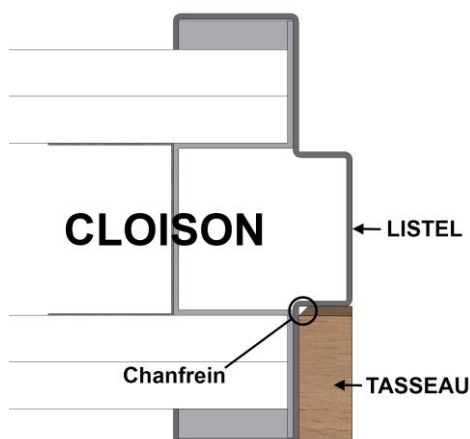

Figure 1
- **Tasseau dans feuillure/contre feuillure :** Retirer le film adhésif du double-face et positionner le tasseau d'habillage de manière à avoir le chanfrein en fond de feuillure (voir **figure 1** p9).
- **Tasseau dans feuillure/contre feuillure** : Retirer le film adhésif du double face et insérer le tasseau d'habillage entre les deux autres tasseaux déjà en place sur les montants, côté double face contre le listel de la traverse de l'huissérie existante (voir **figure 1** p9).
*(voir Figures 1, 2 & 3 p9)